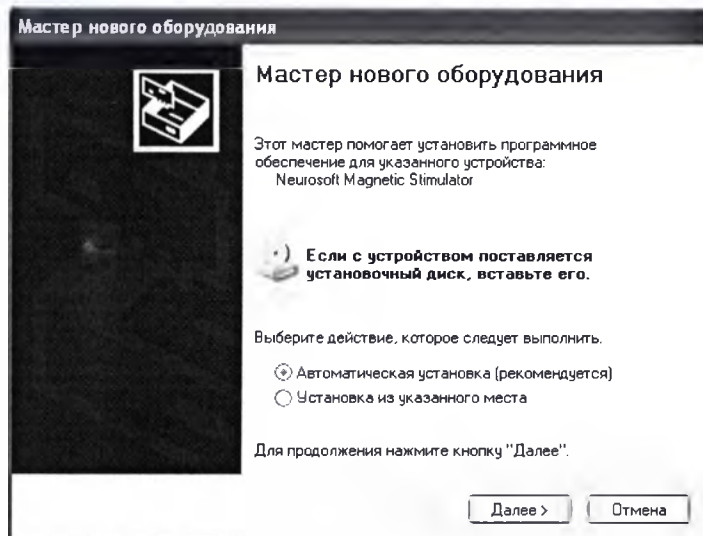

Рис. 27. Диалоговое окно «Мастер нового оборудования».
8. Если стимулятор используется совместно с программой «Нейро-МС.NET», программа **обязательно** должна устанавливаться **до** первого подключения стимулятора к компьютеру. Подключите кабелем USB основной блок стимулятора к компьютеру. Если при подключении стимулятора к компьютеру на экране появляется окно вида рис.27, то нажмите кнопку Далее >, **не вставляя установочный диск**.